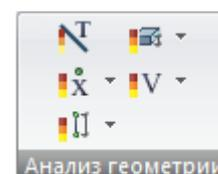

Рис. 52. Панель **Анализ геометрии**
- **Анализ геометрии** (рис.52) - отображение мозаик геометрических характеристик узлов и элементов схемы.
Панель **Анализ геометрии** (рис. 52) содержит следующие команды: